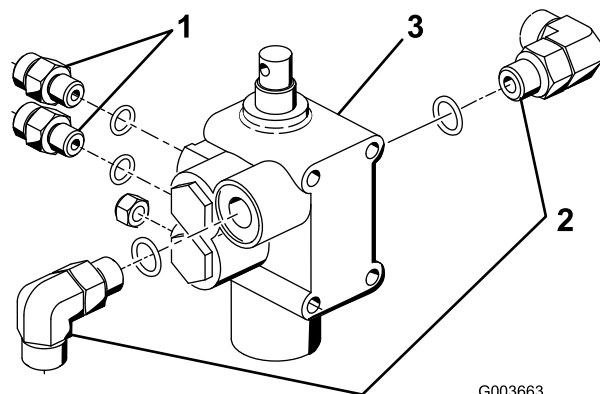

Figura 7
1. Înșurubați atât fitegurile de 90°, cât și cele 2 fiteguri hidraulice drepte în noua supapă de ridicare, așa cum se arată în Figura 7.